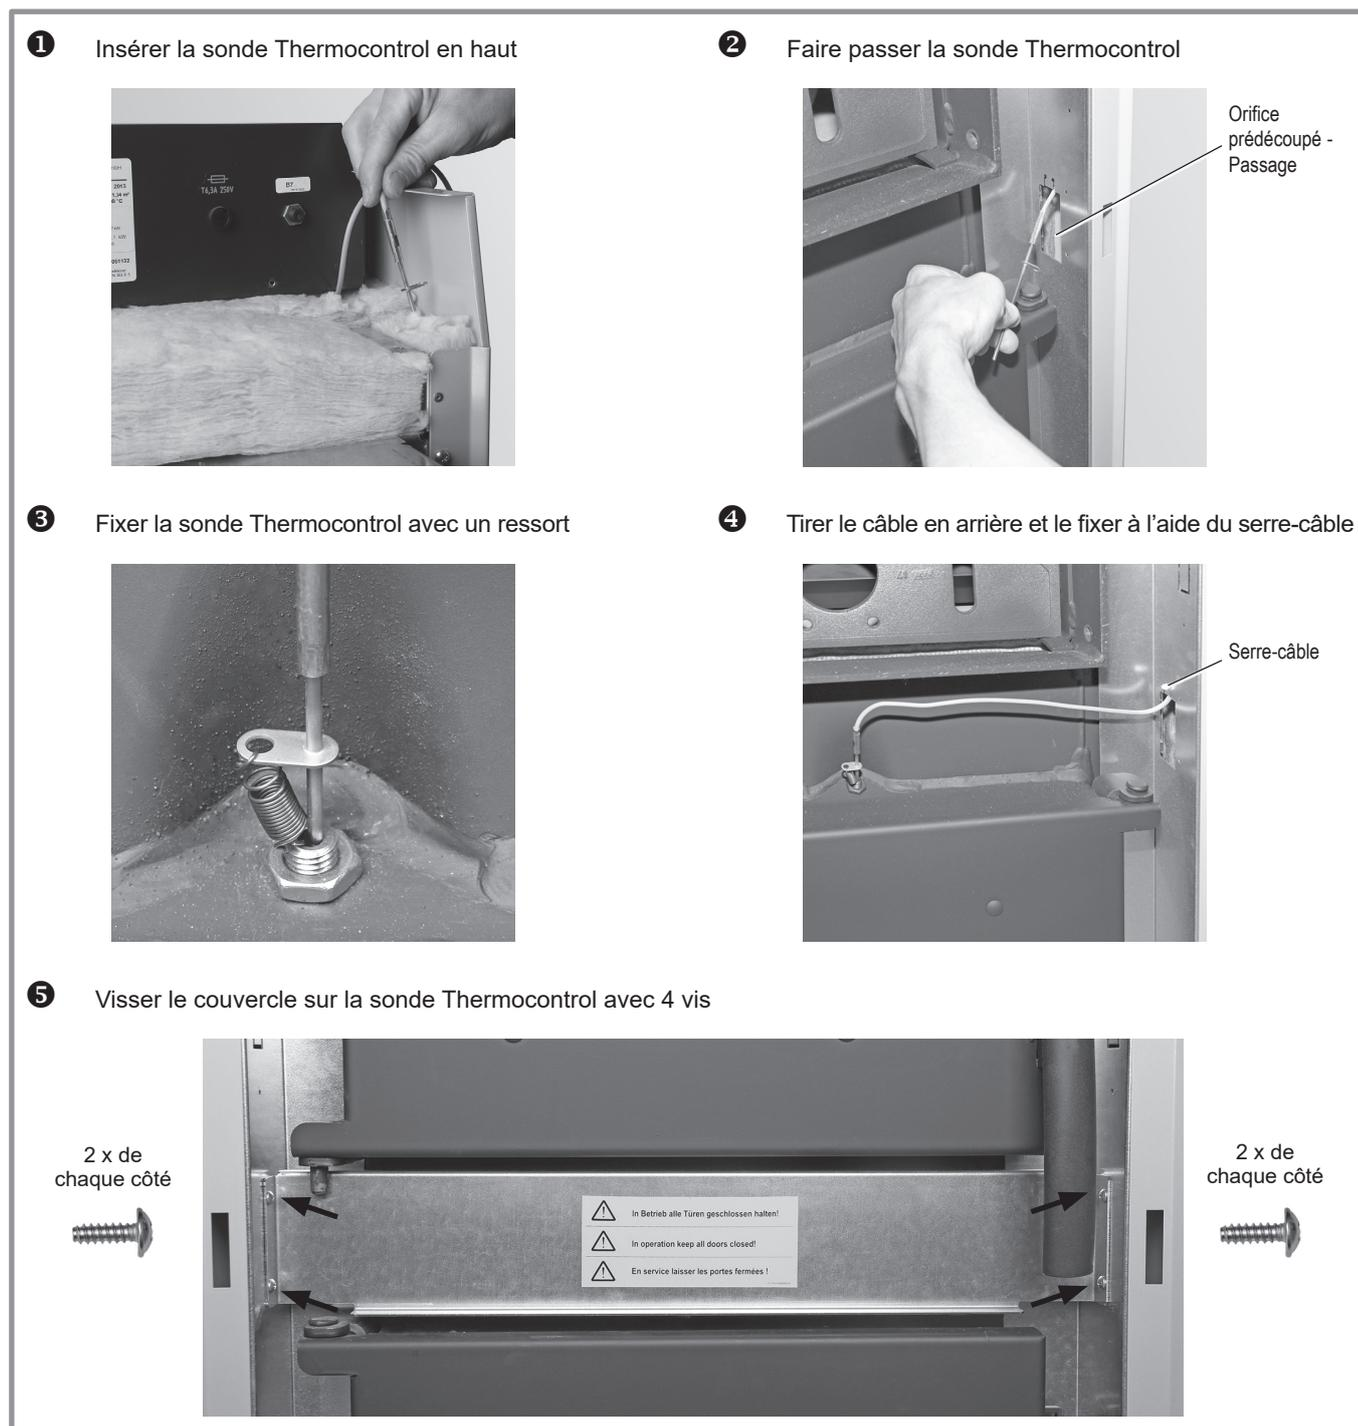

fig. 20 - Sonde et couvercle de sonde Thermocontrol
- Poser la sonde Thermocontrol (câble vert) à l'avant, dans la paroi latérale droite, et la faire passer en bas (fig. 20 - ① - ②). Au préalable, rabattre l'orifice prédécoupé (passage) en bas dans la paroi latérale.
- Insérer la sonde dans le doigt de gant à l'avant via la porte de cendrier et accrocher le ressort (fig. 20 - ③ - ④).
- Fixer le câble de la sonde Thermocontrol sur la paroi latérale à l'aide du serre-câble – fig. ④.
- Fixer le couvercle de sonde Thermocontrol avec 4 vis à tôle (fig. 20 - ⑤).